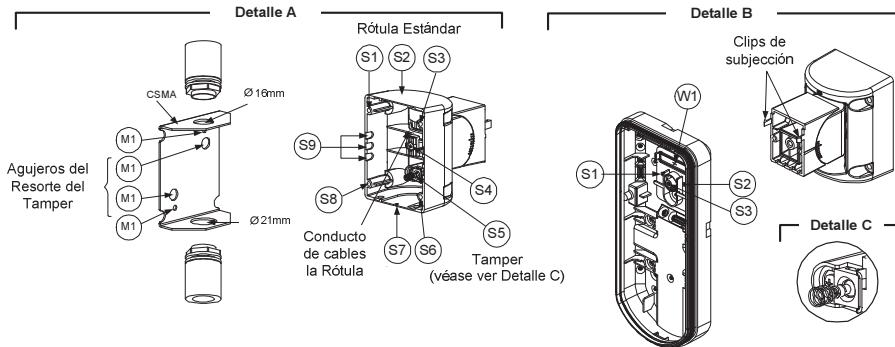

Figura 6
- Abrir los agujeros pre-marcados en la base externa (Figura 6, Detalle B)
- En el soporte con rótula giratoria rompa el agujero pre-marcado que necesite para pasar el cableado por la rótula: S2, S7 o S9 (Figura 6, Detalle A).
- Extraer el tamper posterior de la base interna (ver el apartado "Cambiar la Posición del Tamper Posterior") y conectarlo a S5 (Figura 6, Detalle A) en el Soporte con Rótula Giratoria Estándar.
- Pasar el cable externo a través de los agujeros pre-marcados S2, S7 o S9 (incluyendo los cables del tamper) a través del Conducto de los Cables del Soporte con Rótula Giratoria (Figura 6, Detalle B).
**Montaje del adaptador a tubo en el Soporte con Rótula Giratoria (usando el Adaptador metálico de tubo del Soporte con Rótula Giratoria - CSMA, Figura 6, Detalle A).**
- Introducir los cables externos y los cables del tamper que llegan del tubo eléctrico haciendolos pasar a través del paso de cables del soporte con rótula giratoria (Figura 6, Detalle A).
El resorte del tamper S5 (Figura 6, Detalle A) debe hacer contacto con la pared a través de los agujeros de los resortes del tamper M2 o M3 en el CSMA. Asegurarse de ello al oír el "Clic" del interruptor del tamper al fijar el dispositivo a la pared.
- Pasar los cables del tamper y los cables de conexión que llegan del Soporte con Rótula Giratoria a través del agujero pre-marcado W1 en la base externa (Figura 6, Detalle B).